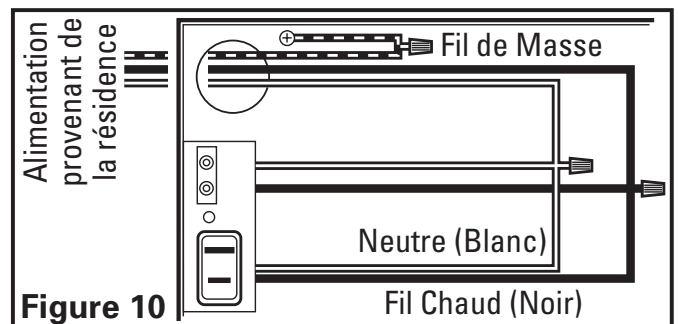

Figure 10
- 2a. Par là où vous avez accès à l'intérieur de la boîte de jonction du ventilateur, raccorder un fil Blanc provenant de la maison aux deux fils Blancs du réceptacle de la lumière et le fil Blanc du réceptacle du ventilateur d'évacuation. Raccorder le fil Noir provenant du commutateur mural aux deux fils Noir du réceptacle de la lumière et au fil Noir du réceptacle du ventilateur d'évacuation. Raccorder le fil de mise à la terre de la maison au fil Vert de la vis de mise à la terre du ventilateur (**Figure 10**). Utiliser des méthodes de raccordement approuvées pour toutes les connexions.